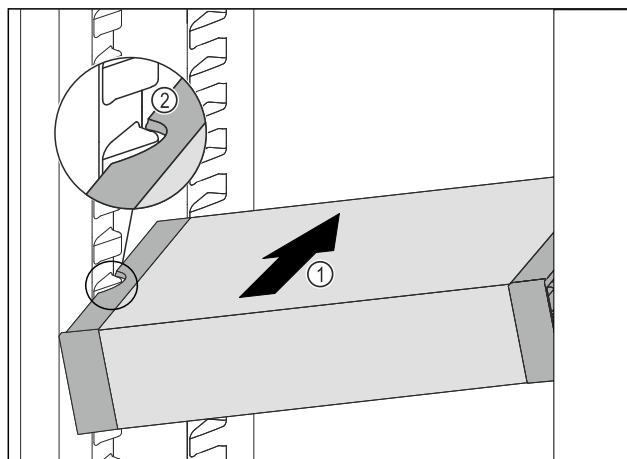

Fig. 116
- VarioSafe schräg in das Kühlteil einschieben Fig. 116 (1), bis sich die seitlichen Aussparungen Fig. 116 (2) des VarioSafes auf Höhe der Behälterrippe im Kühlteil befinden.